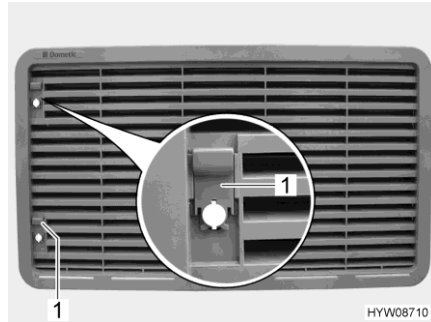

Bild 119 Kylskåpets ventilationsgaller
- Skjut upp spjället (Bild 119,1).